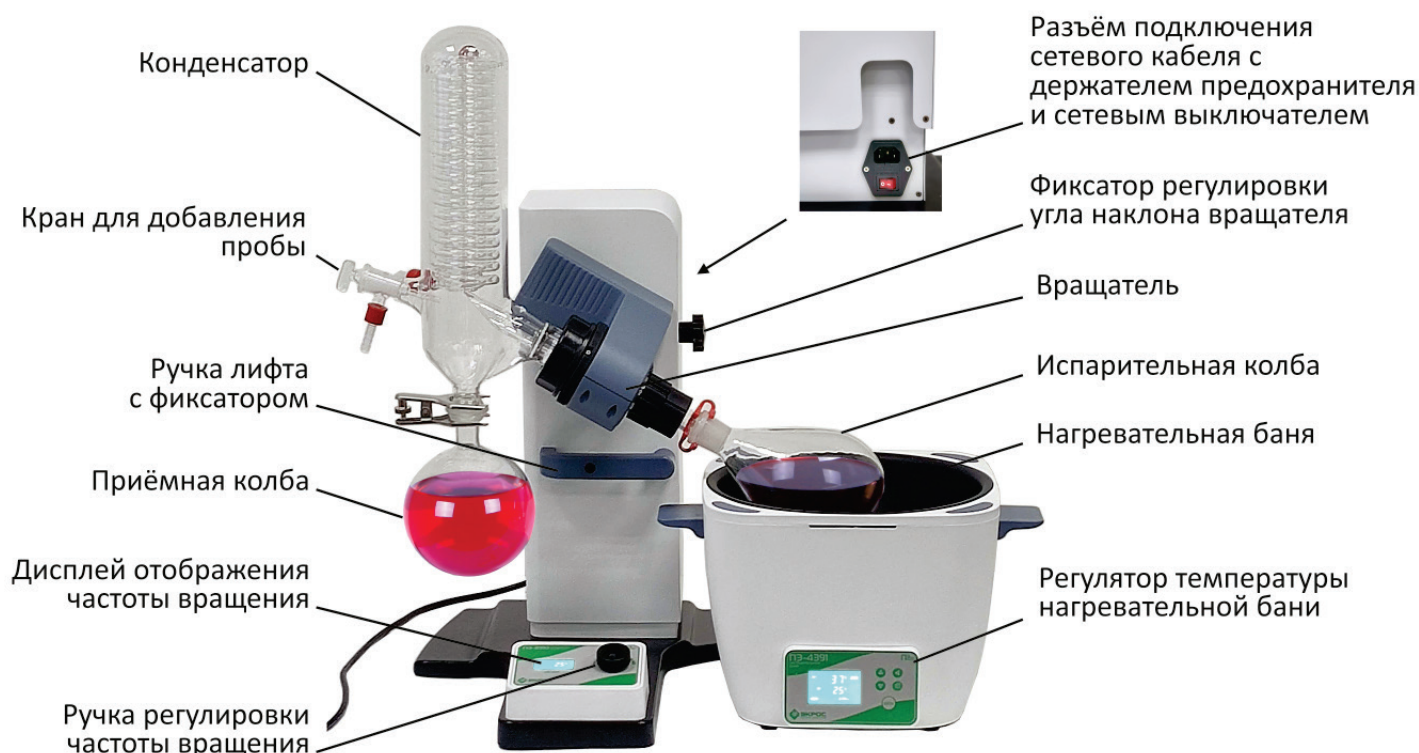

Рисунок 1
7.2. Устройство ротационного испарителя показано на рисунке выше (Рисунок 1).
9.3.2. Поворачивайте круглую ручку регулировки частоты вращения (Рисунок 1) по часовой стрелке, чтобы увеличить частоту вращения и против часовой стрелки, чтобы уменьшить её.